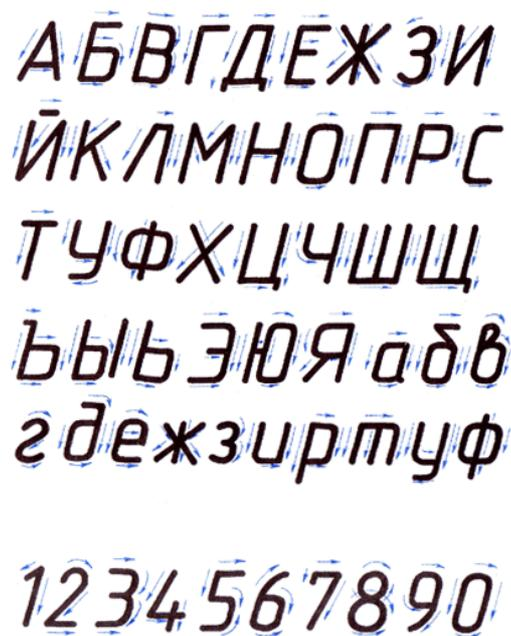

Рис.2
3. Начертание букв выполняйте по частям. Движение руки при выполнении прямолинейных элементов букв осуществляется сверху вниз или слева направо, а закругленных – движением вниз и влево или вниз и вправо. Стрелка указывает направление движения рук (рис. 2).